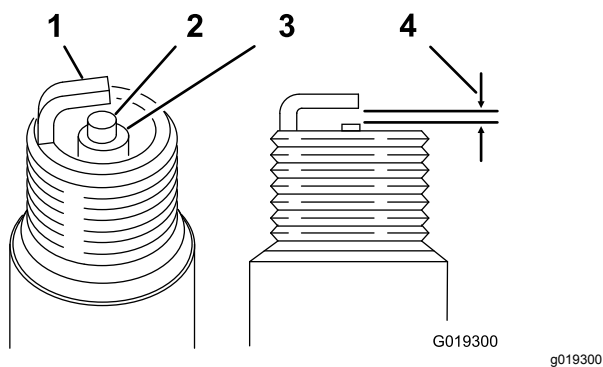

Figura 54
- Verifique o estado dos elétrodos lateral e central, bem como do isolante do eléctrodo central, certificando-se de que não se encontram danificados (Figura 54).
- Ajuste a folga (Figura 54) existente entre os elétrodos para 0,81 mm.